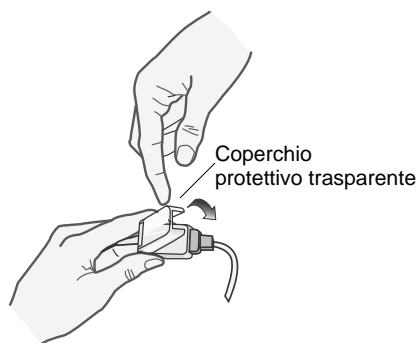

Figura 6
- Abbassare il coperchio protettivo di plastica trasparente sulla connessione per fissarla (vedere Figura 6).
7. Abbassare il coperchio protettivo di plastica trasparente sulla connessione per fissarla (vedere Figura 6).